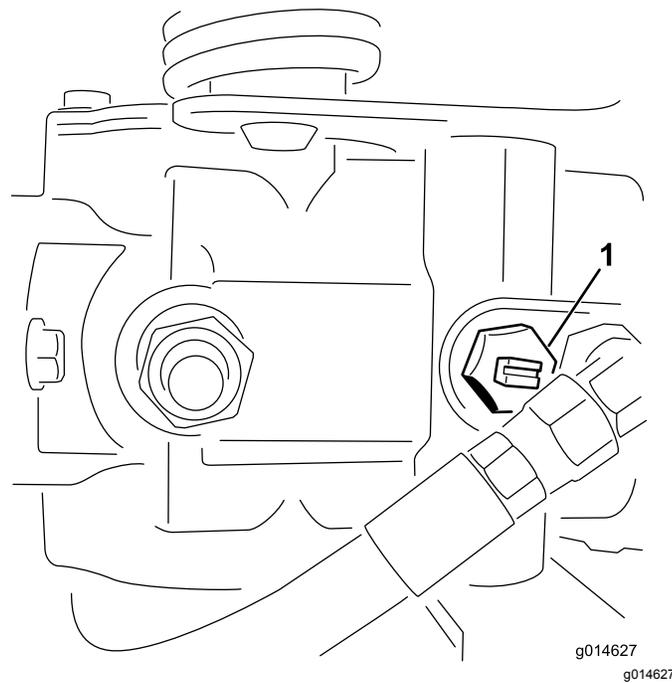

图 27
2. 启动发动机之前、旋转旁通阀、使槽处于水平位置、这样就可以关闭旁通阀 (图 27)。
1. 找到并旋转泵上的旁通阀使槽处于垂直位置图 27。